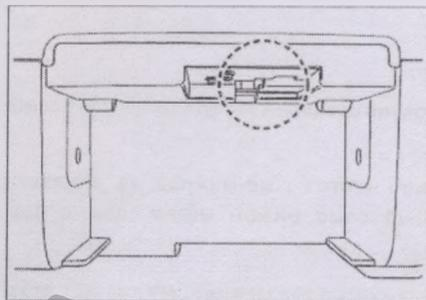

Рис. 29
6. Вытащите коробку для использованных пластин и со стороны передней панели аппарата TSCD-II визуально проверьте, нет ли внутри заклинившихся пластин (См. Рис.29). После того, как вы удостоверитесь в этом, вставьте коробку для использованных пластин обратно.